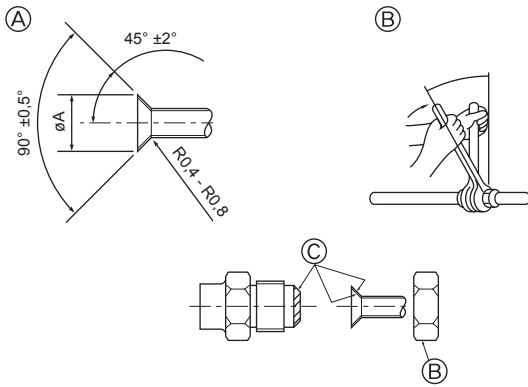

Fig. 3-2
3.2. Boruların bağlanması (Fig. 3-2)